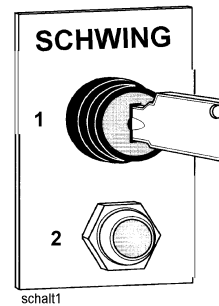

Fig. 1
- Activar el control de la máquina en la cabina por medio del interruptor llave 1 (Fig. 1).